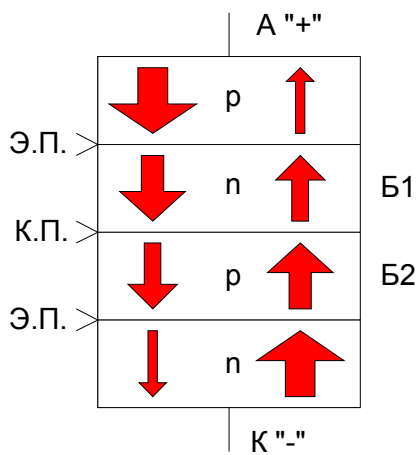

Рис. 109
1) **Устройство и принцип действия динисторов.** Наружная p-область и вывод от неё называется анодом (смотрите Рис. 109).